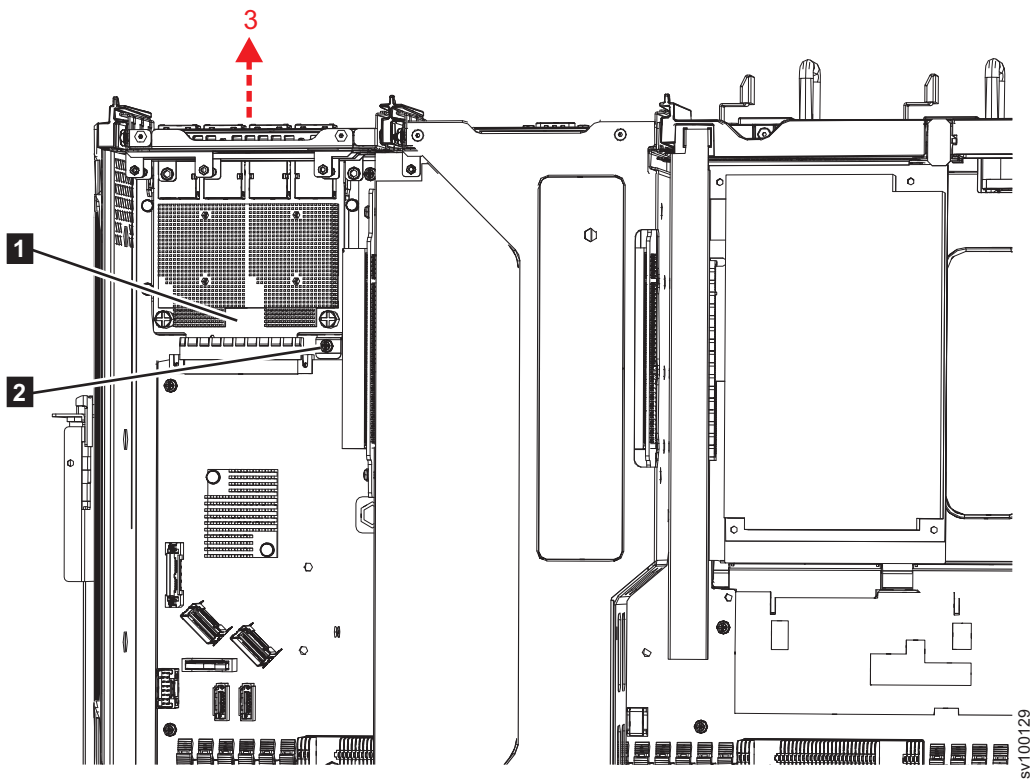

图 212. 卸下 2145-SV1 以太网边缘板
8. 查找以太网边缘板 (**1**)，如第 269 页的图 212 中所示。
9. 卸下将以太网边缘板连接到机箱的螺钉（图 212 中的 **2**）。
10. 按图 212 所示方向，将以太网边缘板推出节点后部的端口孔（**3**）。
第 269 页的图 212 显示了以太网边缘板连接到机箱的位置 (2)。